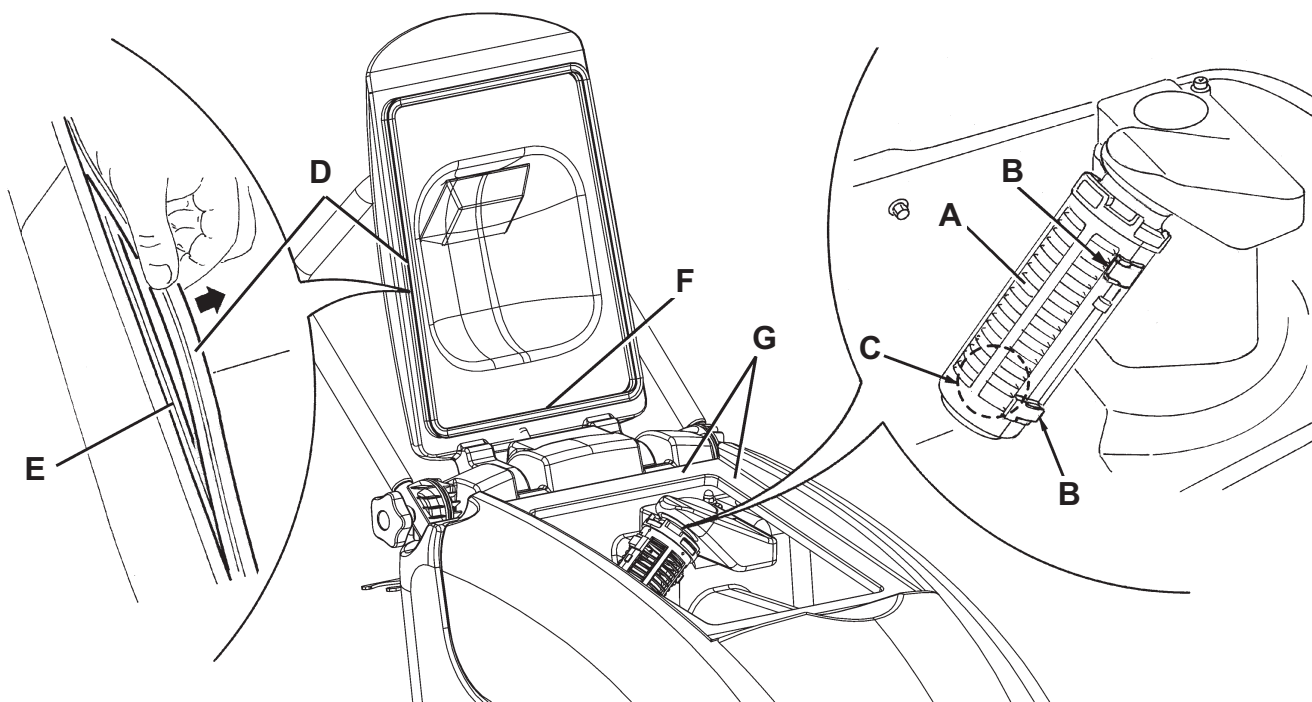

Figure 7
3. Soulever le couvercle (6), nettoyer et laver à l'eau propre le couvercle, les réservoirs (31 et 32) et la grille d'aspiration (46). Vider l'eau des réservoirs à l'aide du tuyau de vidange (16) et de la soupape (18).
4. Si besoin est, dégager les dispositifs de retenue (B, Fig. 7), ouvrir la grille d'aspiration (A), récupérer le flotteur (C) et nettoyer soigneusement ; enfin reposer en place.
5. Contrôler l'intégrité du joint d'étanchéité (D) du couvercle du réservoir de l'eau de récupération.